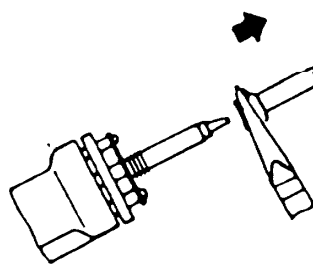

Rys. nr 3
Po wyjęciu grotą należy przedmuchać tuleję mocującą, aby usunąć pył tlenkowy, który osadził się na jej wewnętrznej powierzchni. Podczas wykonywania tej czynności należy uważać, aby nie zaprószyć oczu. Wymienić grotą zgodnie z rys. nr 3 do 9 i dokręcić ręką tuleję mocującą grotą. Kombinerki lub szczypce mogą być zastosowane tylko wtedy, gdy zachodzi konieczność poprawienia zamocowania gorącego grotą, czego nie można wykonać palcami. W takim przypadku należy zwrócić uwagę, aby nie używać zbyt dużej siły, gdyż może to stać się przyczyną uszkodzenia gwintu.
2. Jeżeli otwór dyszy jest zatkany, należy włączyć nagrzewanie grota do wysokiej temperatury i poruszając wyciorem dokładnie oczyścić dyszę (patrz rys. nr 3).